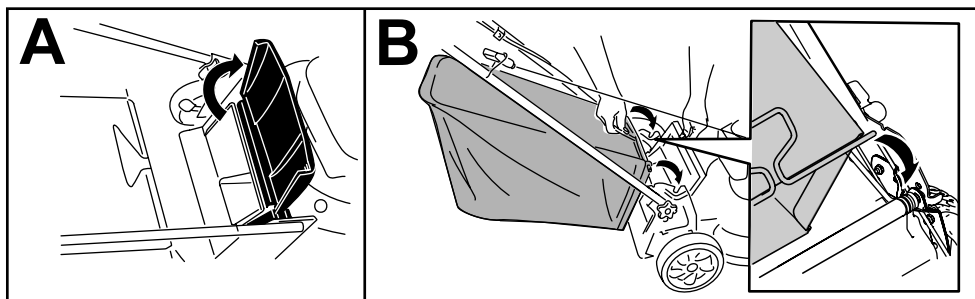

Figure 21
- Soulevez le déflecteur arrière et gardez-le dans cette position (A de la Figure 21).
- Montez le bac à herbe en veillant à placer les ergots dans les crans du guidon (B de la Figure 21).